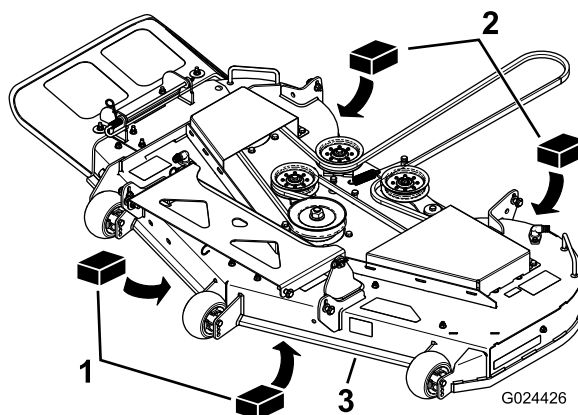

Figure 72
3. Placez deux cales de 6,66 cm sous chaque côté du bord avant du plateau de coupe, mais pas sous les supports des galets anti-scalp (Figure 72).
4. Placez une cale épaisse de 7,30 cm sous le bord arrière de la jupe du plateau de coupe, de chaque côté (Figure 72).